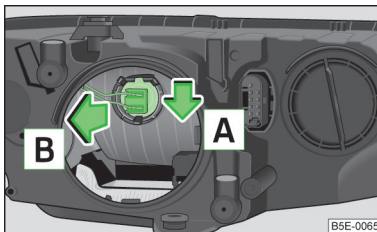

Abb. 219 Halogen-Scheinwerfer: Glühlampe für Abblendlicht wechseln
- › Den Stecker mit der Glühlampe durch das Verschieben nach unten in Pfeilrichtung  A » Abb. 219 und in Pfeilrichtung  B herausziehen.